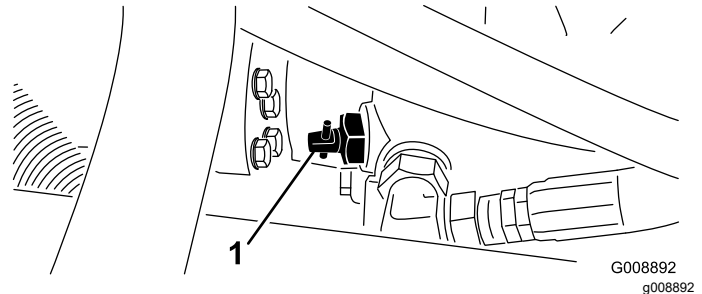

Figura 41
1. Localize a válvula de derivação na bomba (Figura 41) e rode-a 90°.